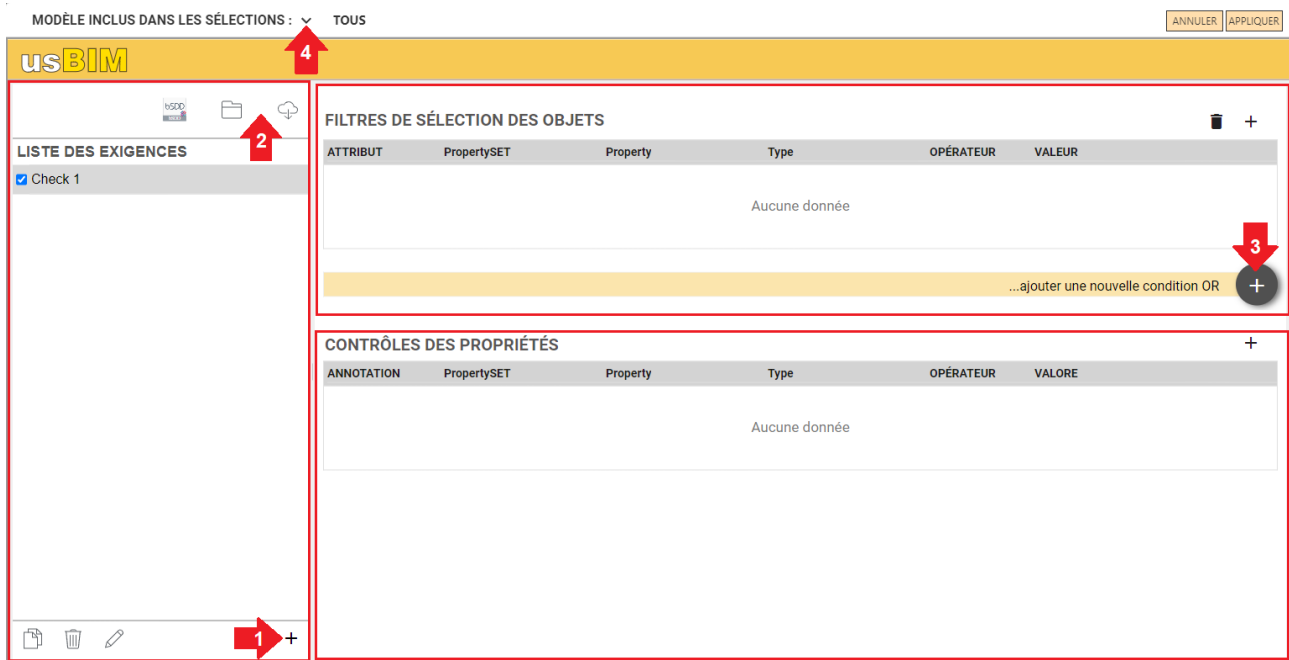

Figure 5. Gestion des filtres et des contrôles
- Liste des exigences : permet de définir le nombre d'actions à effectuer sur les modèles à vérifier. Plusieurs contrôles peuvent être ajoutés à la liste des exigences en cliquant sur le bouton « + » (flèche 1 Figure 5). Il est possible d'importer/exporter des modèles de listes d'exigences (flèche 2 Figure 5). Les contrôles peuvent être sélectionnés/désélectionnés afin de laisser à l'utilisateur la liberté de définir différentes conditions, dans le cas où plusieurs contrôles sont sélectionnés l'opérateur logique AND entre en jeu (implique la satisfaction de plusieurs proposition)
Il est possible de caractériser les filtres de sélection en utilisant l'opérateur logique OR (satisfaction d'au moins un des deux critères) (flèche 3 Figure 5).
- Modèles inclus dans les sélections : permet d'indiquer à quels modèles appliquer les filtres définis (flèche 4 Figure 5).